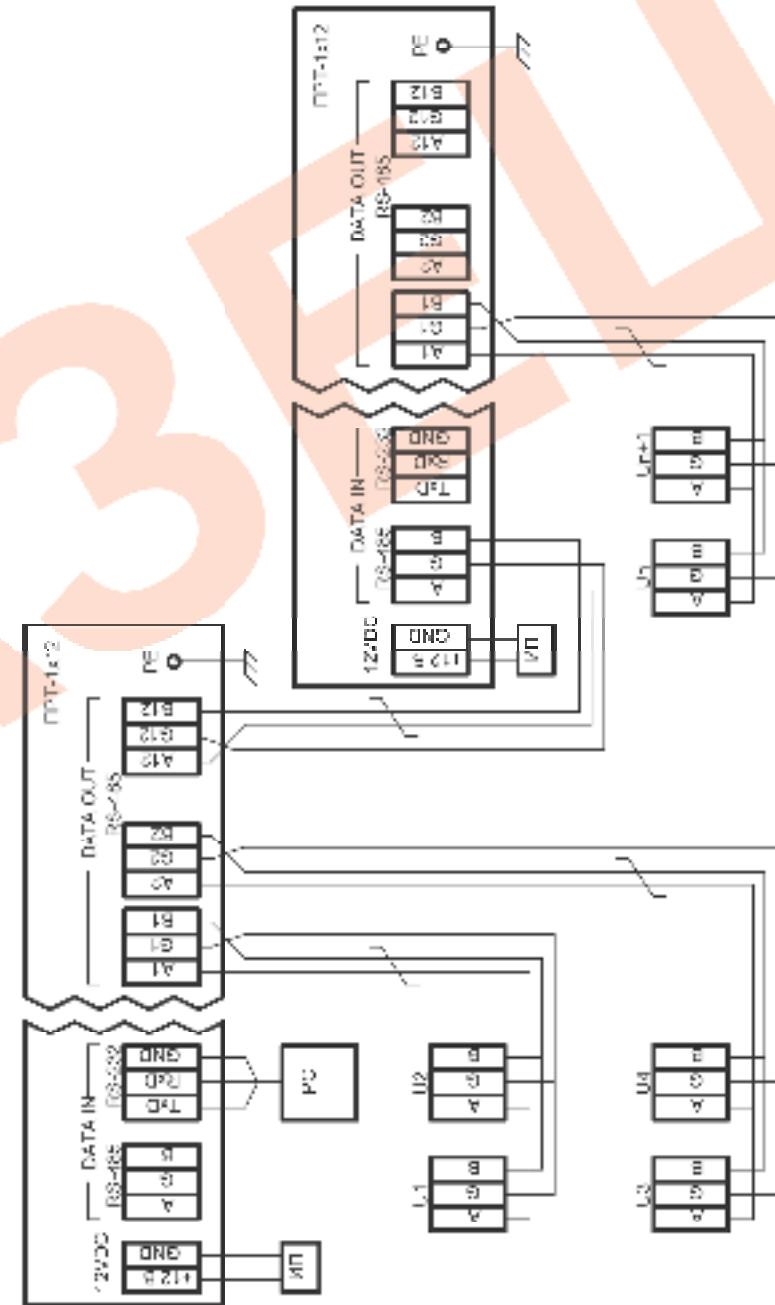

Рис.2
Пример построения сети с использованием ПРТ-10(12) приведен на рис.2.